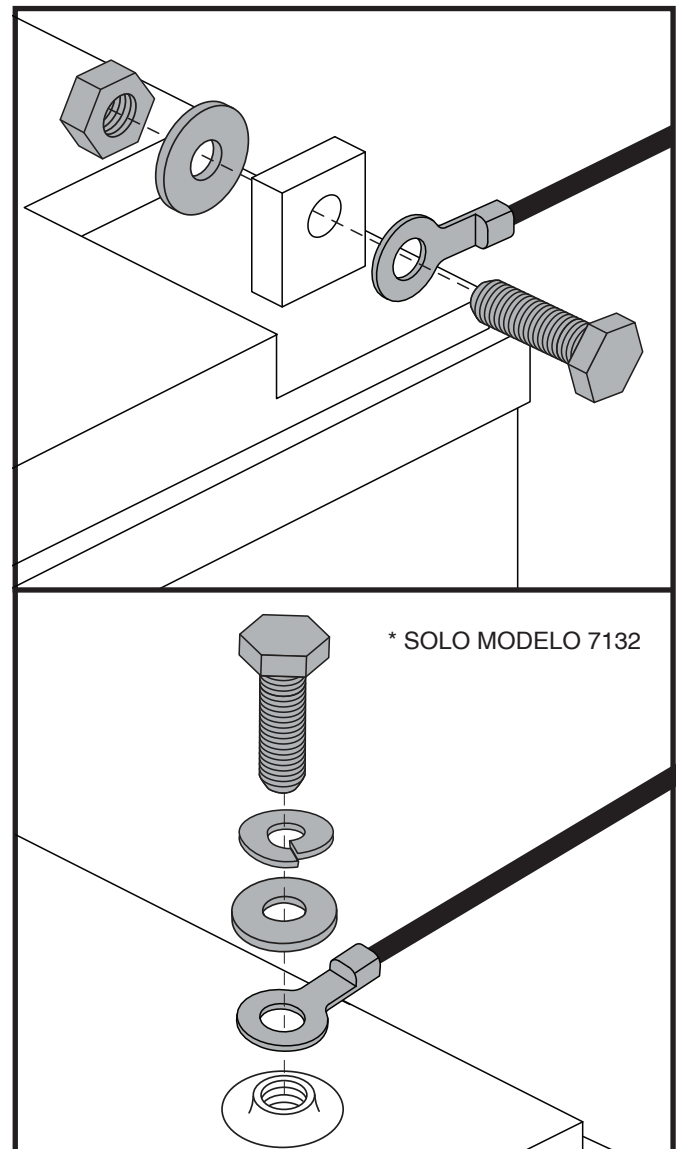

Figura 16. Equipo Terminal de la Batería
**¡ADVERTENCIA!** Cuando se enfrente a una situación de emergencia, las baterías se pueden desconectar rápidamente tirando hacia ADELANTE de la correa de desconexión de emergencia de la batería. Con precaución. Tenga en cuenta que apagar el scooter puede hacer que se detenga abruptamente. Para liberar la parada de emergencia y restaurar la capacidad de conducción del scooter, retire el asiento y la cubierta de la batería y vuelva a conectar el conector de la batería como se muestra en la Figura 16.